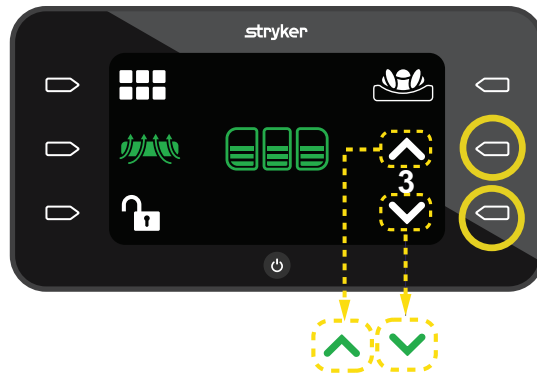

Figura 29 – Modo estático activado
3. Pulse el botón **Acción** situado junto a la **flecha arriba** o **flecha abajo** para aumentar o reducir el nivel de presión estática de 1 a 5 (Figura 29).